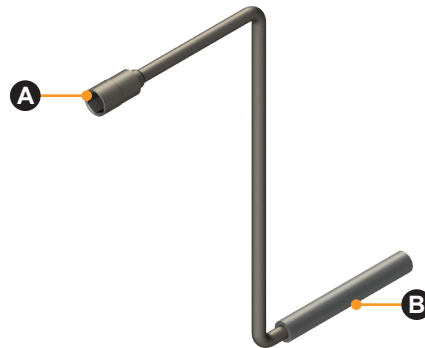

Fig. 9
- I. Retire la manivela manual (Fig. 9).
- D. Inserte la manivela manual (Fig. 9) en el eje de transmisión manual.
- F. Retire la manivela manual (Fig. 9).